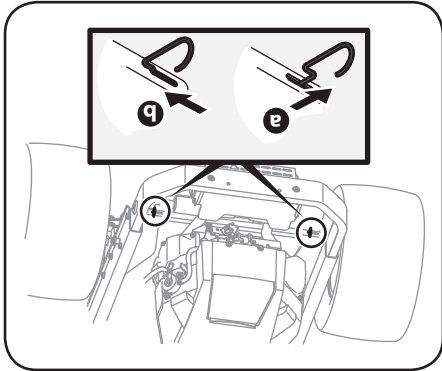

Figure 2-1
transmission de chaque côté du tracteur pour déplacer celui-ci sans le mettre en marche. Ces tiges se trouvent sur l'arrière du tracteur, sur l'intérieur de chaque roue arrière. Pour embrayer chaque tige de dérivation, tirez-la vers l'extérieur(a) et vers la droite (b) pour la bloquer. Voir la Figure 2-1.
2. Débrayez les tiges en inversant a et b après avoir déplacé le tracteur. Voir la Figure 2-1